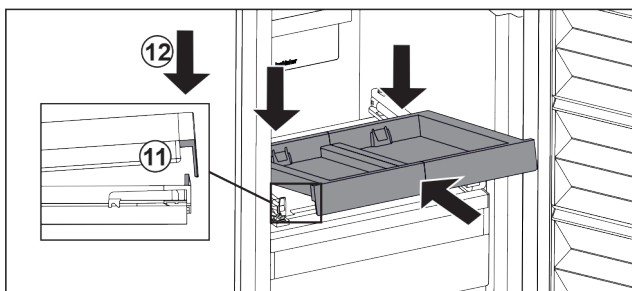

Fig. 198
- Gurnite ukoso. Pazite na to da je na obje strane graničnik iza jezička. Fig. 198 (11)
- Spustite izvlačnu ploču naprijed. Fig. 198 (12)